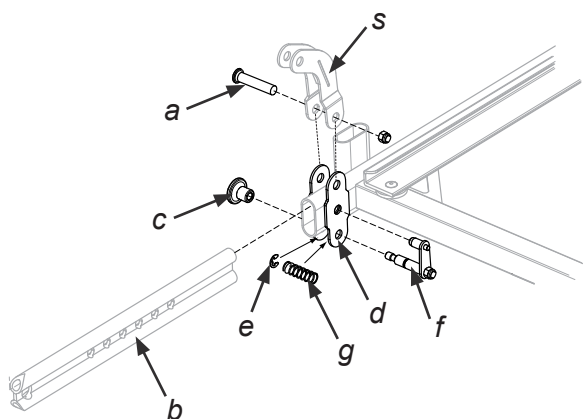

Bild 1
1. Demontera benstöden genom att lossa och dra ut skruven (a) se bild 1. Därefter kan knäleden/benstödet tas bort genom att dra ut teleskopröret (b). Gör likadant på båda sidor av sitsramen.
2. Demontera standardreglagen på **båda** sidor av sitsramen genom att skruva upp knoppen (c) på utsidan av ledplåtarna (d), se bild 1. Ta därefter bort spårryttaren (e) och dra ut trycktappsenheterna (f), fjädern (g) ramlar ut.